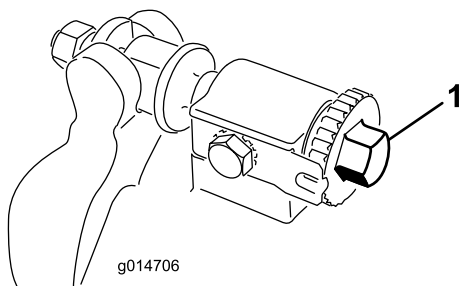

Figura 10
1. Posizionate la macchina su un piano di lavoro pari e uniforme. Accertatevi di eliminare il contatto del cilindro ruotando le viti di regolazione della barra di appoggio in senso antiorario (Figura 10).